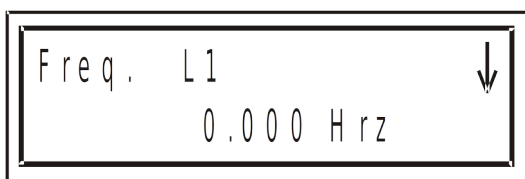

Рис. 34
2. Нажмите кнопку **Enter**. На дисплее появится экран отображения частоты сети. Используйте кнопки $\downarrow \uparrow$, чтобы посмотреть частоту во всех трех фазах (рис. 34):